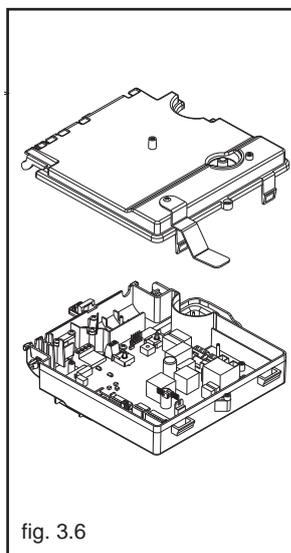

fig. 3.6
- rimuovere la copertura morsettiere agendo sui ganci di fissaggio (fig. 3.6)